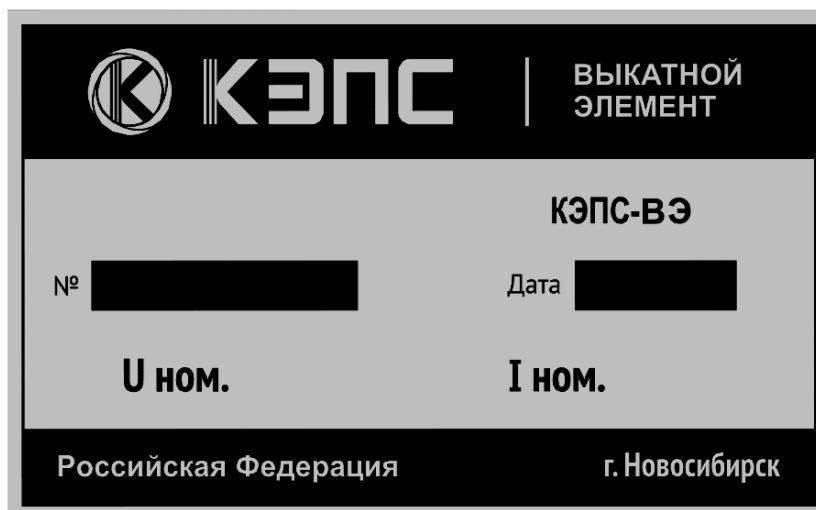

Рисунок 4 – Маркировка
1.7.1 Каждый выкатной элемент согласно ГОСТ 14693 п.п. 2.12.1 должен иметь табличку рисунок 4, соответствующую ГОСТ 12971, на которой согласно ГОСТ 18620 п. 2. указывается: